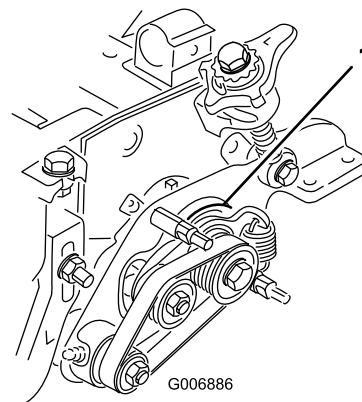

Figura 49
6. Assicuratevi che la boccola dell'azionamento principale (Figura 49) ruoti liberamente attorno al mozzo di comando.